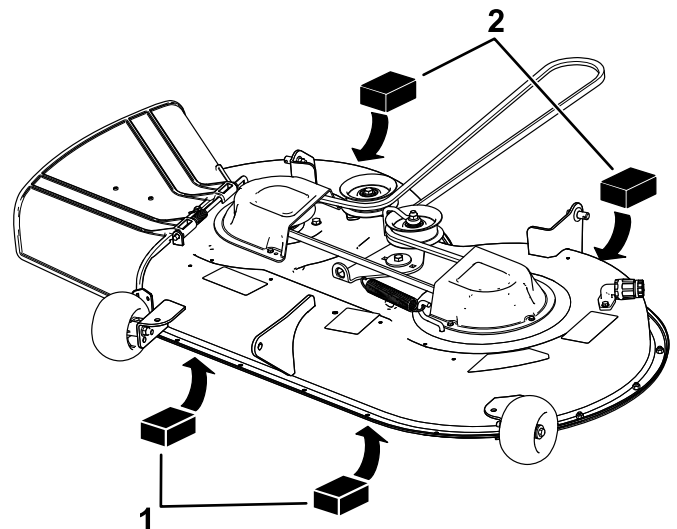

図 65
4. デッキの左右前部に角材厚さ 6.6 cm を入れる。芝削り防止ローラの下には入れないこと 図 65。
5. 刈り込みデッキのスカートの後ろの左右のエッジ部の下にブロック厚さ 7.3 cm をそれぞれ 1 個ずつセットする 図 65。